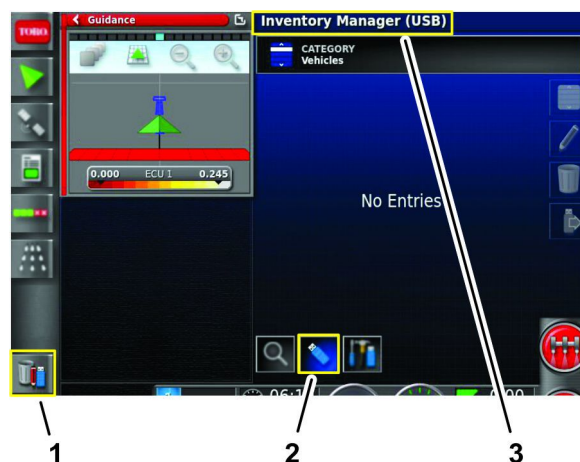

Figura 87
3. Pulse el icono Administrador de inventario (Figura 87).
4. Si el título situado en la parte superior de la pantalla indica Administrador de inventario (USB), pulse el icono Cambiar vista (Figura 87).